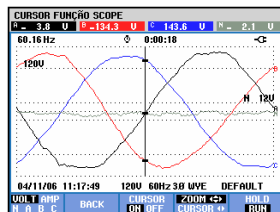

Figura 19-3. Exibição da forma de onda com cursor e zoom ativados
- Pressione F4 para atribuir as teclas de seta à operação de zoom, como mostrado na Figura 19.3. As teclas de seta esquerda/direita podem ser usadas agora para expandir ou encolher as formas de onda horizontalmente. As teclas de seta para cima/baixo fazem isso na direção vertical. Se o cursor estiver ativado, o zoom horizontal funcionará simetricamente ao redor do cursor. Se ele estiver desativado, o zoom horizontal funcionará ao redor do centro da tela. O zoom vertical funciona ao redor do centro da tela.